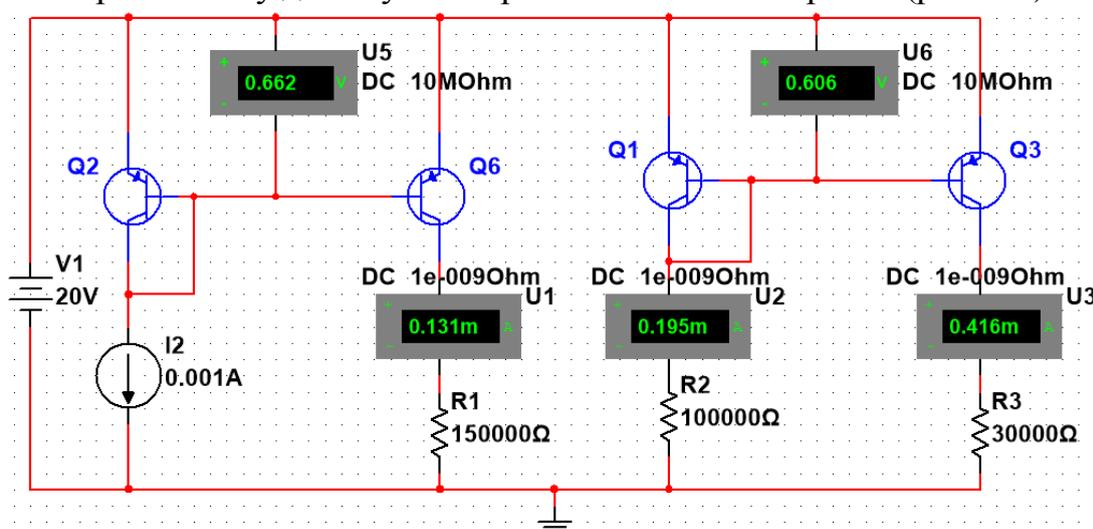

Рис. 7.1 Токовое зеркало
Собираем схему для изучения работы токового зеркала (рис. 7.1).
1.1 Собрать схему для изучения работы токового зеркала (рис. 7.1).